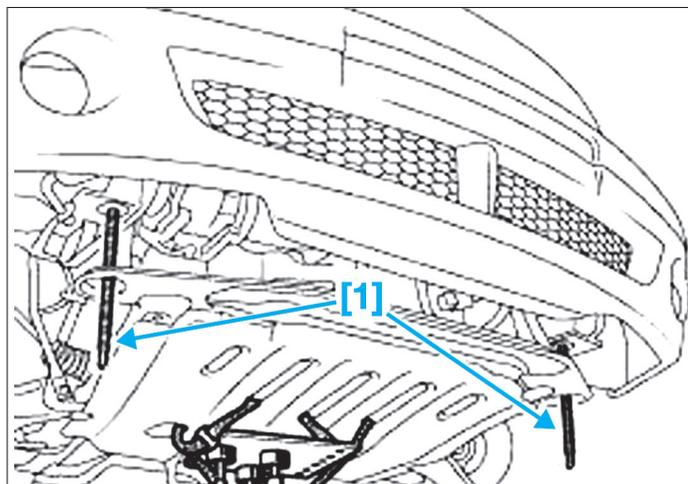

Fig. 13
- [1]. Tiges filetées M12 de centrage du berceau (Fig.13).
- Centrer le berceau avec les tiges filetées [1] placées à l'avant du berceau (Fig.13).